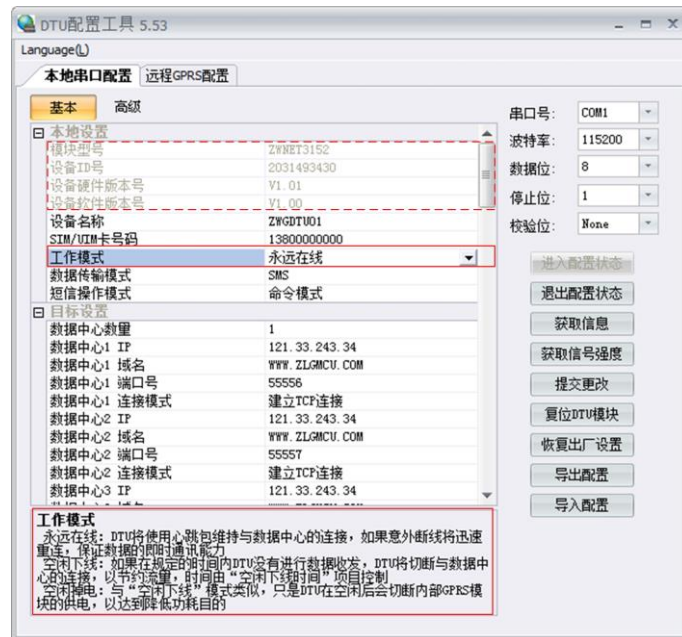

图 3.5 配置界面
- 2) 单击【获取信息】，界面出现设备当前的配置信息，如图 3.5 所示，用户根据实际更改各个配置；